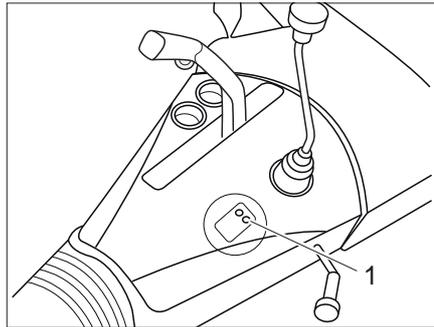

Fig. 2 LED de l'ATC (AL-KO Trailer Control)
- Un autotest est exécuté, la DEL (Fig. 2,1) s'allume en rouge.
- Après l'autotest, la DEL (Fig. 2,1) s'allume en vert, l'ATC est actif.